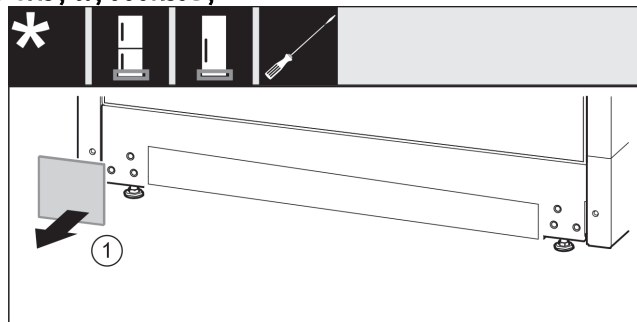

Fig. 16
- Αφαιρέστε το κάλυμμα Fig. 16 (1).